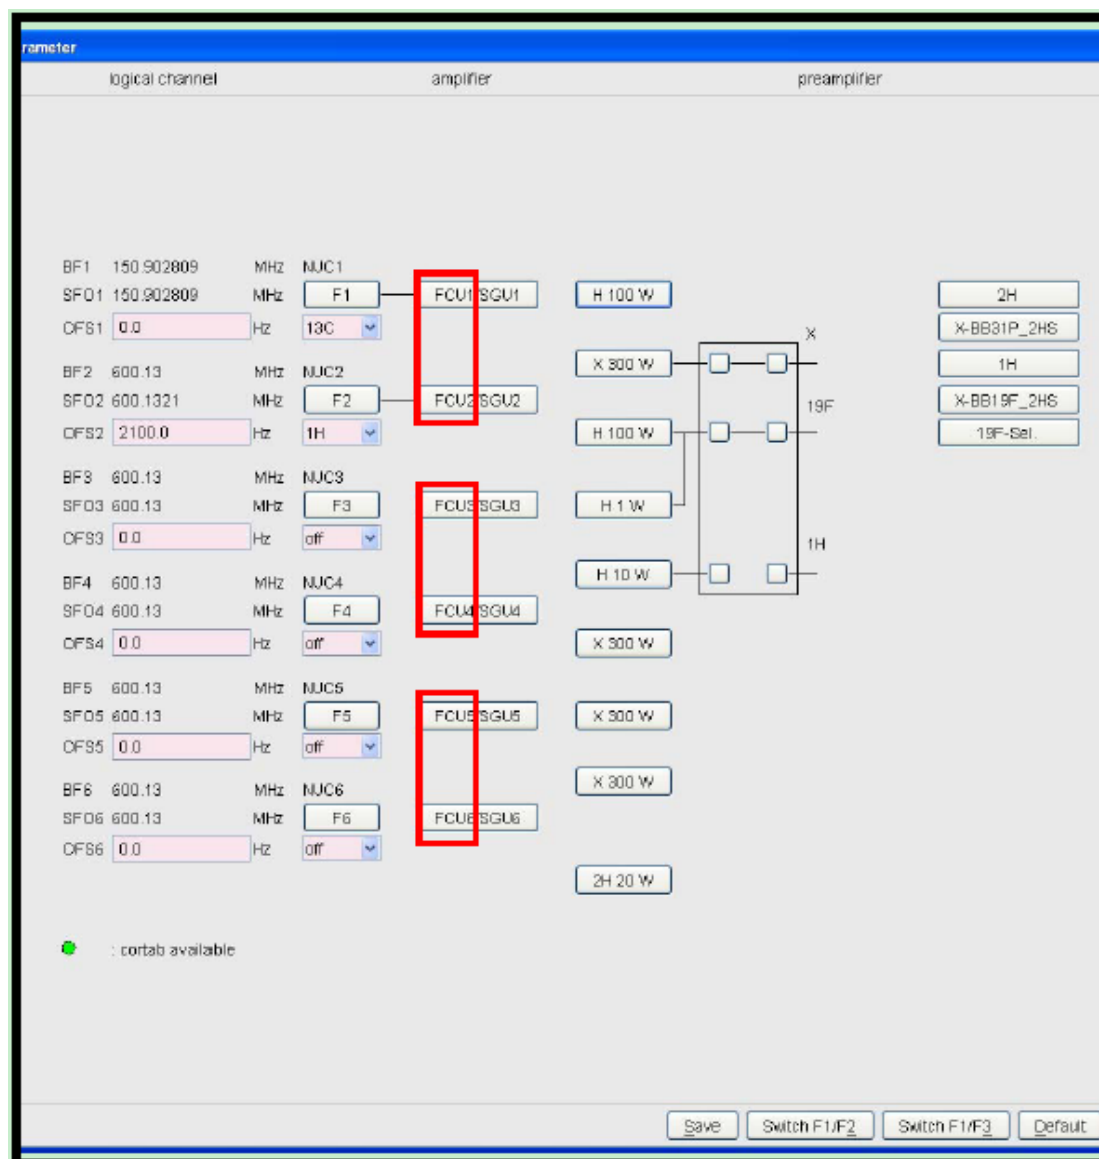

Figure 5.3. edsp/edasp Menu Showing 6 Frequency Channels Corresponding
FCU, 连接了 SGU 和 TCU3, 负责控制用于激发样品的 RF 信号的所有方面(相位、频率、振幅和计时等)。操作者可以通过 edsp 和 edasp 来控制各种 FCU (图 5.3)。
每一个 FCU3 (4) 可以为 2 (4) 个独立的 RF 通道提供所需的信号, 如前面面板上的通道 A 或通道 B。因此, 2 个 FCU4 可以满足 8 通道的系统。一个 FCU 能够满足几个通道的需求, 这就大大减小 AVANCE 系统的体积。所有 FCU 的时间都是由同一个 20MHz 的信号(起源于 REF 单元)校准, 从而保证所有通道同步工作。20MHz 的信号整齐的从一个 FCU 单元到下一个, 在前面面板上输入和输出清晰可见(图 5.3)。